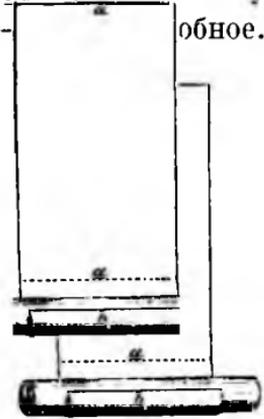

Рис. 75. Пеналъ.
*Круглый пеналъ* дѣлается такъ. Изъ очень толстой бумаги или изъ самой тонкой папки вырѣзаютъ полосу такой ширины, какой высоты долженъ быть пеналъ, и острымъ ножомъ срѣзаютъ у нея наискось оба короткихъ края, чтобы папка на обоихъ концахъ была тоньше. Затѣмъ намазываютъ не слишкомъ густымъ клеемъ полосу отъ края *a* до точечной линіи *a* (рис. 75), а также и другой конецъ полосы до линіи *b*. Обмазанную клеемъ полосу туго наворачиваютъ обѣими руками на деревянный цилиндръ до тѣхъ поръ, пока склеенныя вмѣстѣ обороты папки не достигнутъ толщины въ 1 миллиметръ. Если одной полосы не хватитъ, берутъ другую и продолжаютъ обматывать цилиндръ ею. Старайся намазывать полосу ровно, такъ, чтобы края оборотовъ папки совпадали бы, а не выдавались одинъ надъ другимъ. Обрати также вниманіе на то, чтобы не намазать клеемъ то мѣсто полосы, которое наляжетъ прямо на деревянный цилиндръ, иначе папка приклеится къ дереву. Если конецъ полосы былъ не достаточно скошенъ и не будетъ плотно прилегать къ поверхности склееннаго картоннаго цилиндра, а будетъ выдаваться надъ ней, то это мѣсто сглаживаютъ шкуркой (бумагой, обсыпанной пескомъ).